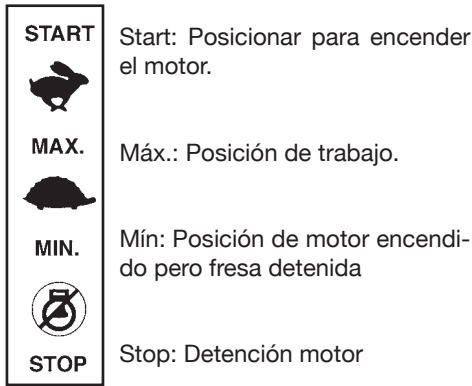

Fig. 13
Llevar el comando acelerador en la posición "START" FIG. 13
Llevar la palanca comando acelerador en la posición de "STOP" fig.13.
- Con el motor encendido, colocar el comando acelerador en la posición -MAX- Fig. 13 y presionando sobre las manceras enfilar en el terreno el espolón.